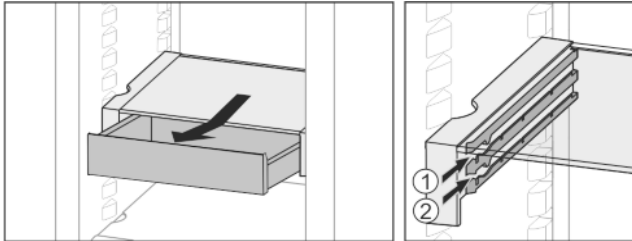

Fig. 18
- ▶ Вкарайте го на височина по избор Fig. 18 (1) или Fig. 18 (2).